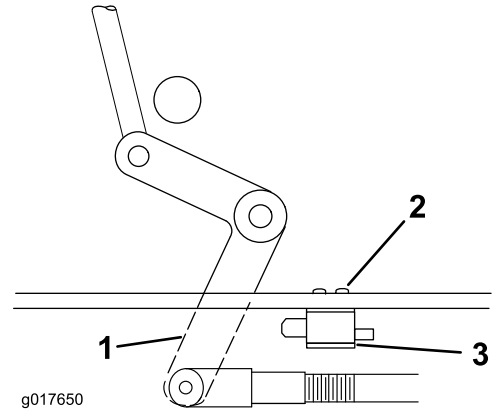

Figure 49
Important: Le levier coudé ne doit pas toucher le corps du contacteur, car celui-ci pourrait être endommagé (Figure 49).
4. Au besoin, réglez le contacteur de sécurité de la PDF en desserrant les boulons de fixation du support du contacteur (Figure 49).